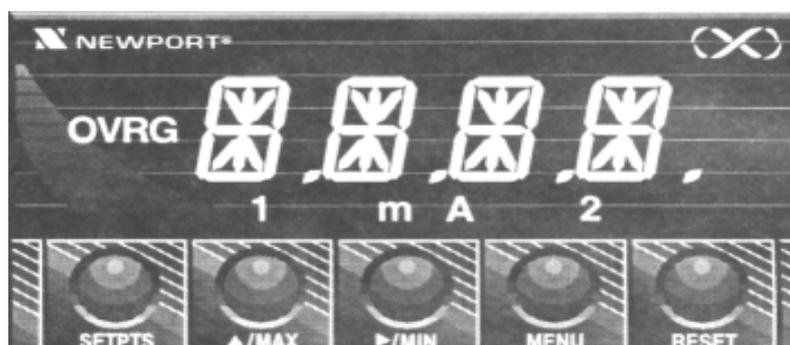

Figure 2.2. - Affichage du Panneau Avant en Ampèremètre
Pour choisir un couplage alternatif (CA) ou continu (CC), procédez comme indiqué ci-dessous. L'appareil est pré réglé en usine sur le couplage CA. A noter qu'en version Voltmètre, l'appareil a deux entrées différentes pour le couplage CA et CC. En version Ampèremètre, l'appareil est couplé en continu. Pour coupler l'Ampèremètre en alternatif, il faut fermer le commutateur DIP SW1-5 (voir Figure 2.2 page 16).